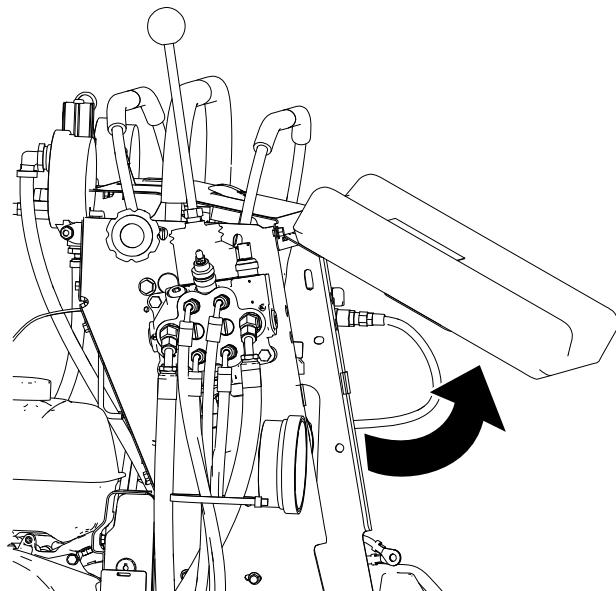

Figura 32
1. Levante la parte inferior del cojín hasta que pueda tirar del mismo hacia atrás, alejándolo de la máquina (Figura 32).